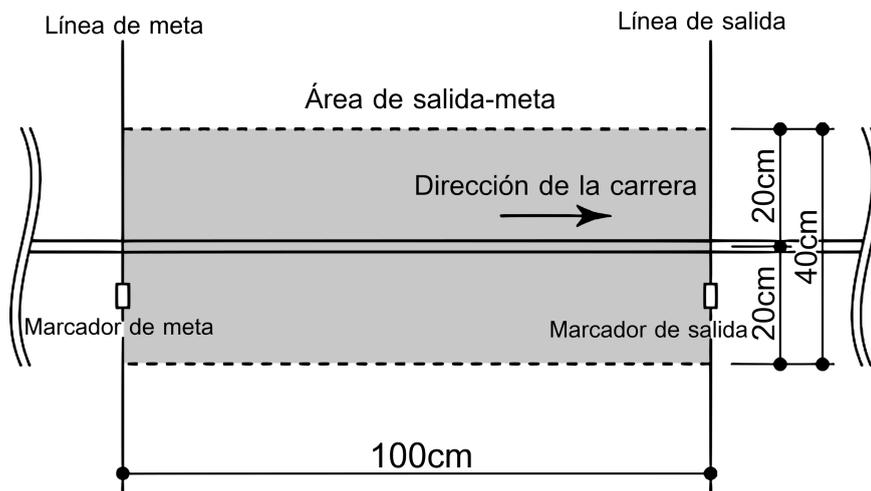
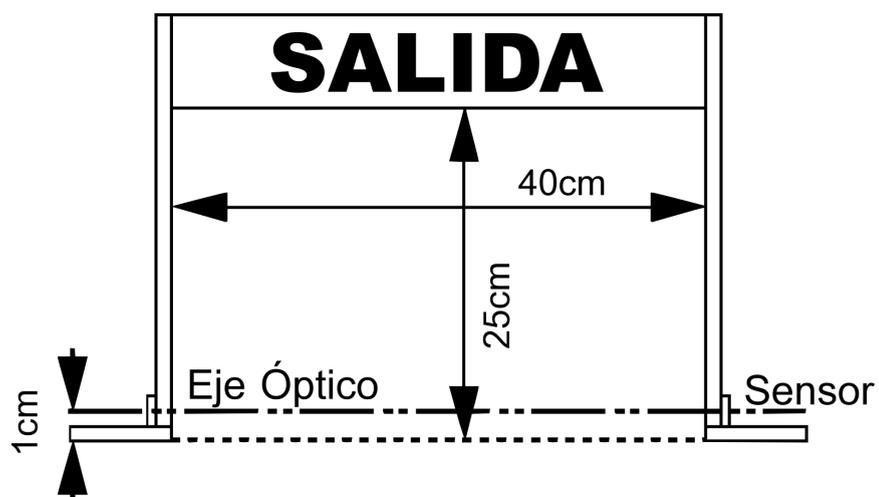

Figura 4: Área de Salida-Meta
Figura 6: Portal de Salida/Meta
- e. Para cada intento, el Velocista debe comenzar desde el área de Salida-Meta (ver Figura 4 para definición de área de Salida-Meta) en la dirección especificada.
- g. Se denominará área de Salida-Meta la zona comprendida a 20 [cm] a la derecha e izquierda entre la línea de salida y la de meta (Ver Figura 4). En la línea de salida y de meta estarán situados el Portal de Salida y el Portal de Meta respectivamente. El ancho del portal es de 40 [cm] y su altura es de 25 [cm] (Ver Figura 6).
- j. La posición del sensor de salida y de meta se muestran en la Figura 6. Estos son de tipo infrarrojo y se encuentran a 1 [cm] por sobre el suelo.